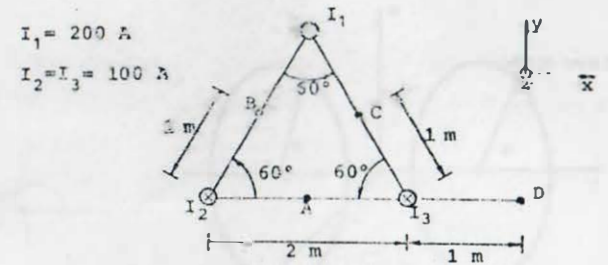

FIGURA P5.5
5.5 En la figura P5.5 se muestran en corte tres conductores rectos, paralelos y muy largos con su eje perpendicular al plano del dibujo. Si la corriente en cada conductor tiene la magnitud y sentido indicado, determine el vector inducción magnética en los puntos A, B, C y D.